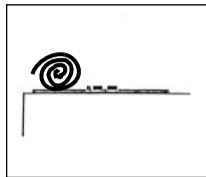

Fig. 7 : Morceau de carpeite utilisé pour absorber le son
- atténuer les bruits parasites en intercalant un morceau de carpeite épaisse entre le micro et la source sonore gênante (voir Fig. 7).